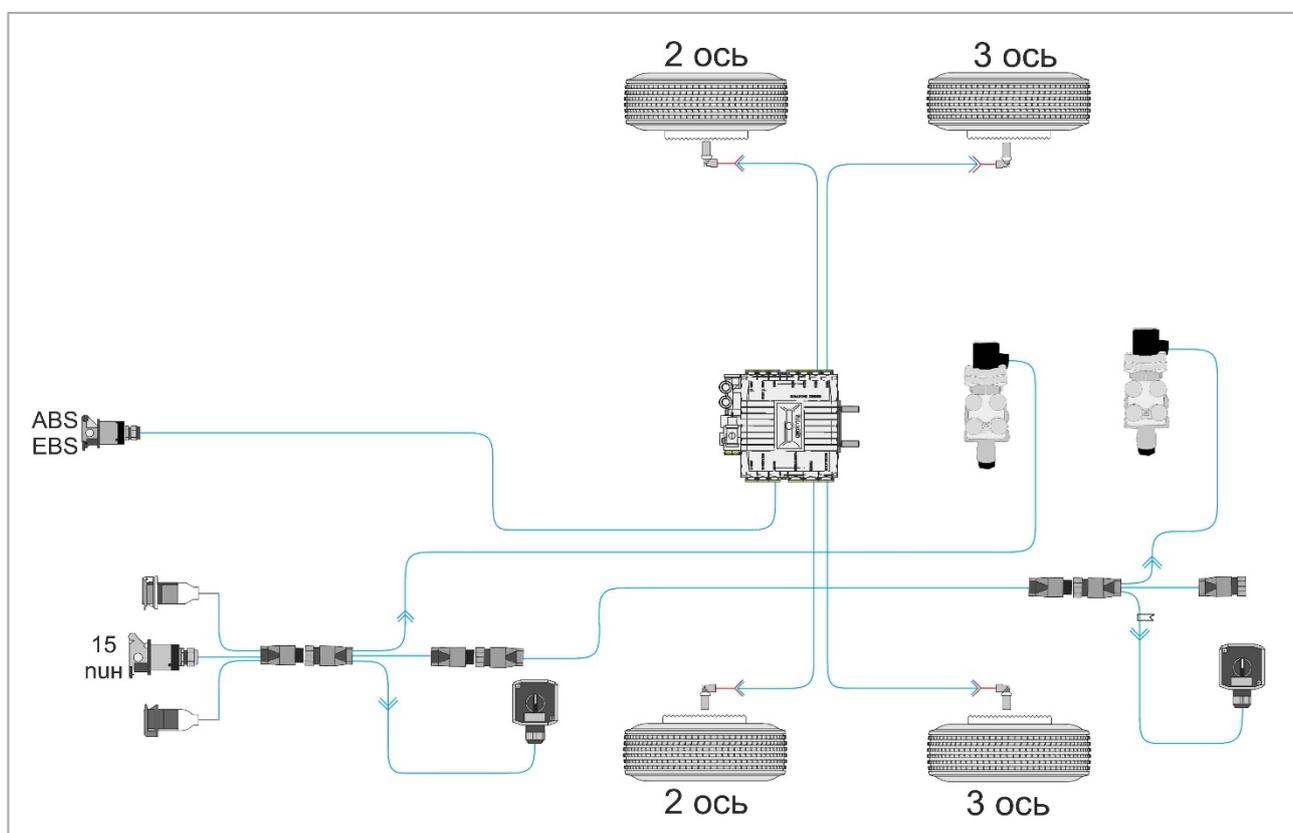

Рис. 29.2. Электрическая схема
1) Управление подъёмными осями в ручном режиме. Управление подъёмными осями в ручном режиме осуществляется переключателями вручную (Рис. 29.2.)